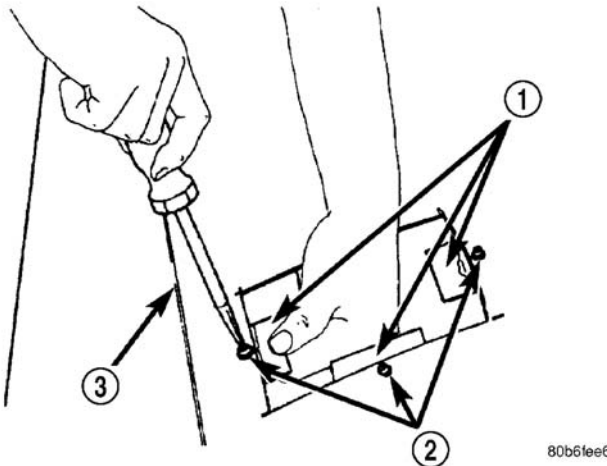

图 9 紧固至车身板的支撑方块
- (6) 在修补片上距切削孔边缘里面 13 mm (0.5 in.) 处钻出 4 mm (0.160 in.) 孔。
- (7) 在距一侧中心边缘的 13 mm (0.5in) 处的支撑方块中钻出 3 mm (0.125 in.) 的孔。
- (8) 用摩擦垫或砂纸在切孔周围打磨车身板的背面。
- (9) 混合足够的粘接剂来遮盖所有支撑块的一面。
- (10) 将粘接剂涂到事先钻出孔的那一半的支撑块上。
- (11) 用 8 号金属螺钉将支撑块固定到车身板的背面，并在车身板与支撑块之间涂上粘接剂（图 9）。